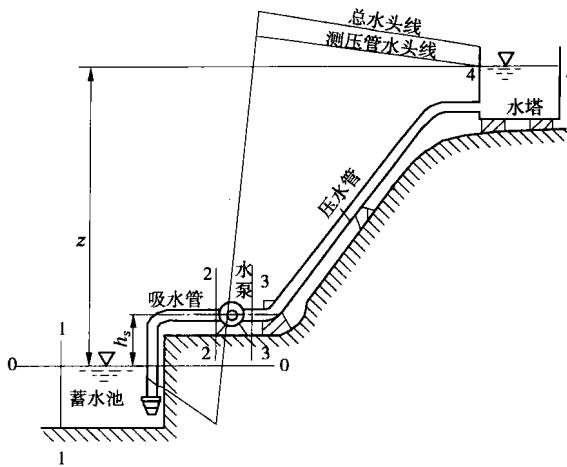

图 1.2.6
**【例 1.2.8】** 某离心泵管路系统如图 1.2.6 所示, 其流量  $Q$  为  $0.15 \text{ m}^3/\text{s}$ , 提水高度  $z$  为  $20 \text{ m}$ 。水泵的吸水管长  $l_s$  为  $5 \text{ m}$ , 直径  $d_s$  为  $0.25 \text{ m}$ , 沿程水头损失系数  $\lambda_s$  为  $0.031$ , 底阀局部水头损失系数  $\zeta_s$  为  $3.5$ , 弯头局部水头损失系数  $\zeta_{b1}$  为  $0.4$ 。压水管长  $l_p$  为  $20 \text{ m}$ , 直径  $d_p$  为  $0.225 \text{ m}$ , 沿程水头损失系数  $\lambda_p$  为  $0.028$ , 弯头局部水头损失系数  $\zeta_{b2}$  为  $0.4$ , 出口局部水头损失系数  $\zeta_{ou}$  为  $1.0$ 。水泵最大允许真空度为  $6.5 \text{ m}$ 。试确定:
(1) 水泵的允许安装高度  $h_s$ ;
(2) 水泵的扬程  $H_t$ 。